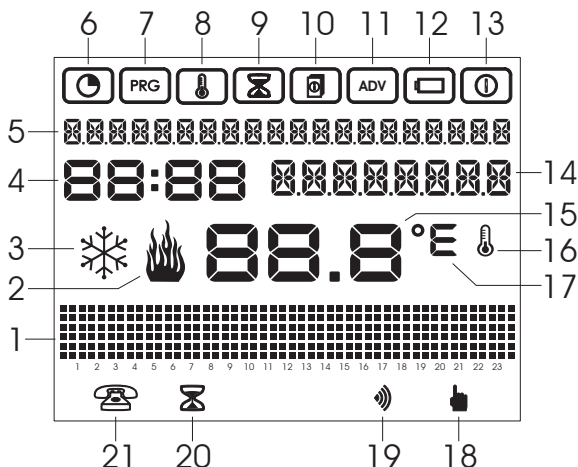

Figura 1
En la pantalla LCD se muestra la información siguiente (Figura 1):
- Desde la página principal, utilizando las teclas  $\Delta$  y  $\nabla$ , se podrá mostrar información adicional para la zona corriente. Al pulsar la tecla  $\Delta$  en el campo 14 (véase Figura 1), aparecerá el nombre de la zona corriente (si está configurada, si no aparecerá el mensaje "zona...").